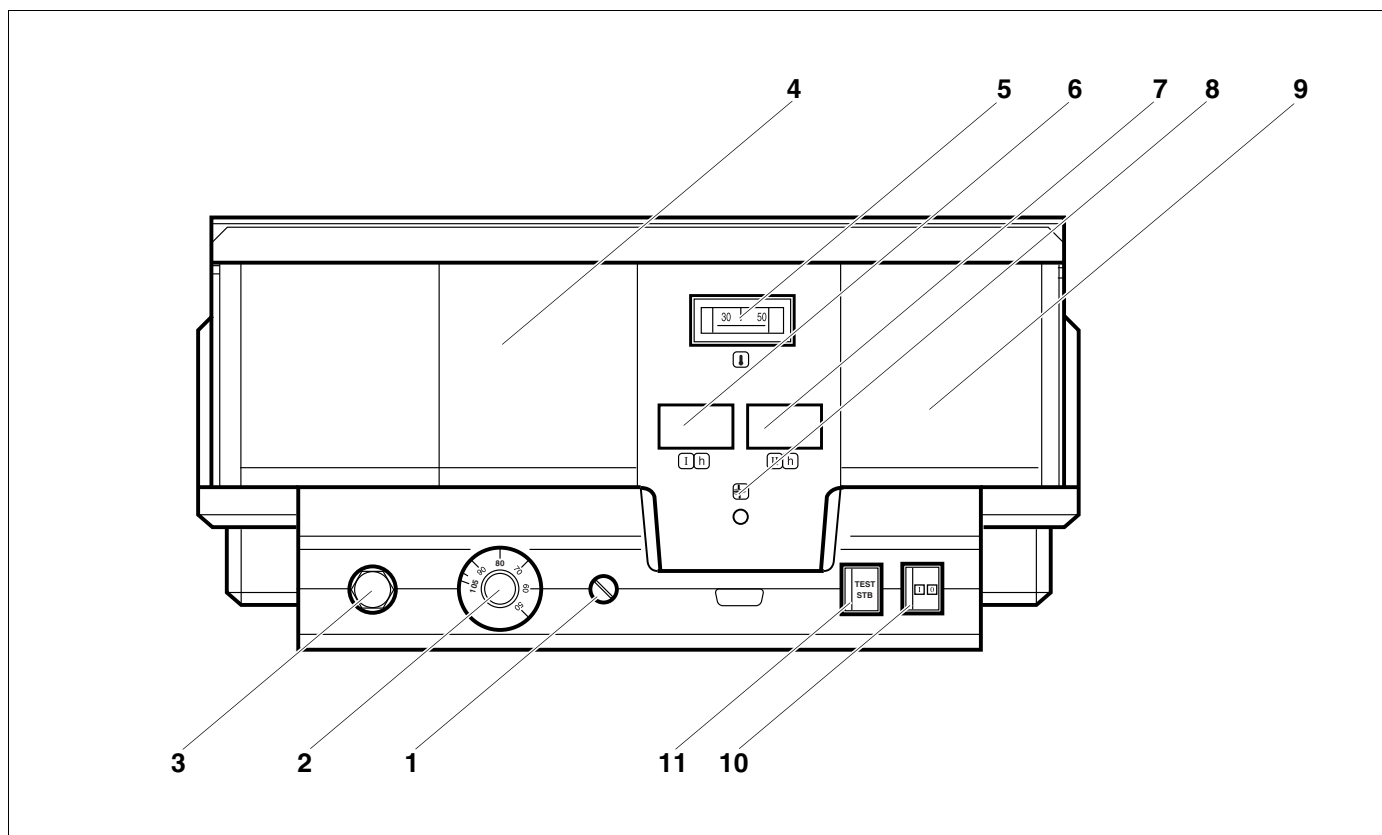
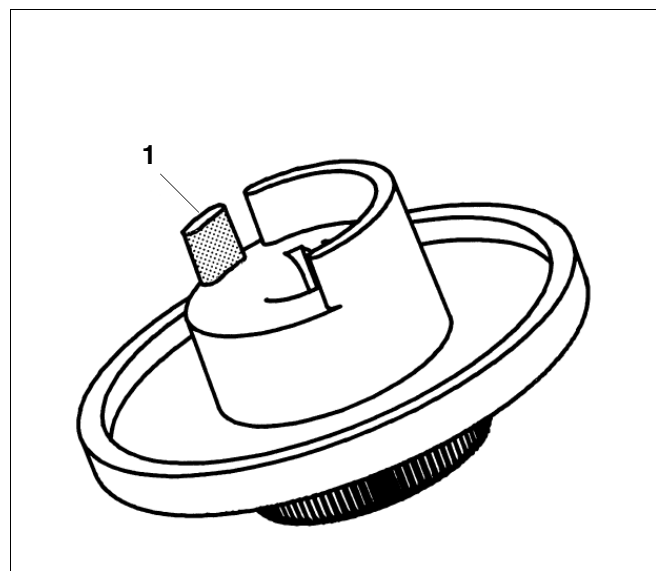

Рис. 1 Элементы управления Logamatic 4212
Рис. 5 Ручка настройки
Экспликация к Рис. 1
Если котел имеет котловой модуль ZM 427 или внешнее регулирование, то регулятор температуры котловой воды (Рис. 1, поз. 2) должен быть настроен минимум на 80 °С.
Регулятор температуры котловой воды (Рис. 1, поз. 2) представляет собой двухполосный регулятор для эксплуатации с 2-ступенчатой горелкой.
Если светится индикатор неисправности горелки (Рис. 1, поз. 8), то для устранения неисправности нужно связаться с отопительной фирмой, обслуживающей Вашу установку.
Кнопка STB (Рис. 1, поз. 11) предназначена для проверки предохранительного ограничителя температуры (Рис. 1, поз. 3) специалистами отопительной фирмы.
- Нажать кнопку STB (Рис. 1, поз. 11) и удерживать нажатой до его срабатывания (Рис. 1, поз. 3).
- Для разблокировки предохранительного ограничителя температуры (Рис. 1, поз. 3) нужно открутить колпачковую гайку и нажать находящуюся под ней кнопку подавления помех.
2.4 Настройка регулятора температуры котловой воды (TR)
- Вынуть ручку настройки (Рис. 5) регулятора температуры котловой воды (Рис. 1, поз. 2).
- Отломить стопор (Рис. 5, поз. 1).
- Вставить на место ручку настройки регулятора (Рис. 1, поз. 2).